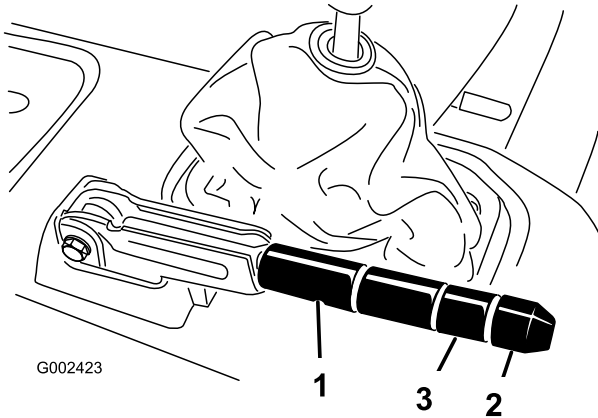

図 64
2. ブレーキレバーに調整ノブを固定している固定ネジをゆるめる(図 64)。